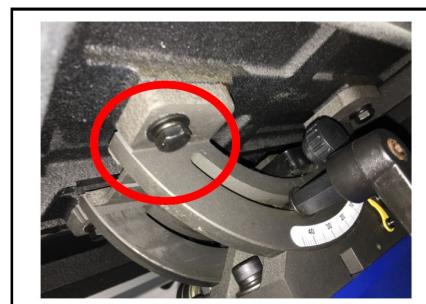

Figure 4
4. Assurez-vous que la table est au centre. Ensuite, fixez la table au tourillon. Veuillez utiliser (1) la rondelle plate M8 (2), la rondelle élastique M8 et (3) le boulon à tête hexagonale M8x25 pour le fixer. (Reportez-vous à la Figure 4)